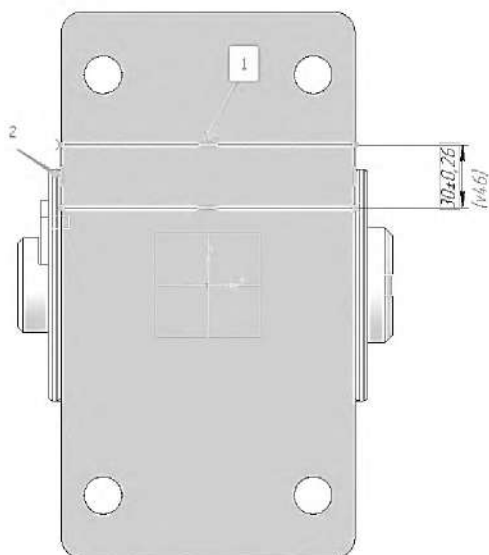

Рисунок 3.50. Построение прямоугольника
3.2.5 Укажите среднюю точку на отрезке и точку начала координат эскиза (рисунок 3.50).